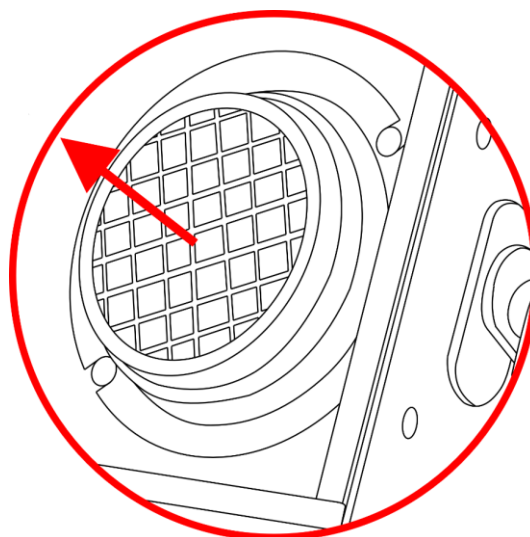

Fig. 04
- 02) Retirez délicatement le cache métallique de la lampe (fig. 04).